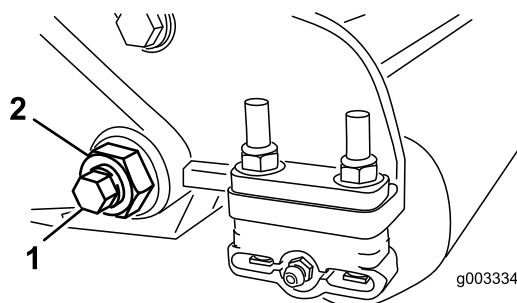

Figura 30
- Desaperte a porca de bloqueio que segura a cavilha da barra de apoio, em cada um dos lados da máquina (Figura 30).
- Remova cada uma das cavilhas da barra de apoio, de modo a permitir puxá-la e retirá-la da máquina (Figura 30). Guarde as duas anilhas de nylon e a anilha de aço